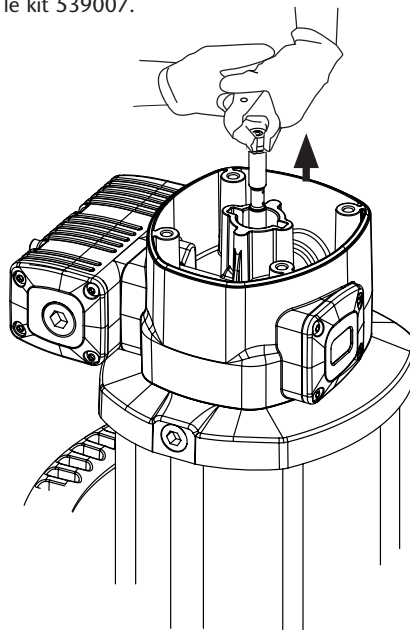

Fig. 7a
1. Dévisser les quatre vis (2) et retirer le couvercle (3).
2. Dévisser le bouchon de l'inverseur (4).
3. Avec une pince manuelle sur la douille de serrage (5), tirer la tige (40) vers l'extérieur jusqu'à ce qu'apparaisse son évidement central (Fig. 7a). Puis, avec une autre pince manuelle, saisir la tige (40) sur l'évidement pour prévenir les dommages sur la surface pouvant entraîner des problèmes d'étanchéité, et dévisser l'écrou (5) (fig. 7b).
4. Enlever le joint (6) et la bague (7), puis utiliser les nouvelles lors du remontage.
5. Dévisser les quatre vis (56). Retirer le moteur (13) pour libérer la tête avec la bride (36).
6. Retirer le capuchon de l'inverseur (9). Remplacer les joints (8) et (10) de ce capuchon.
7. Dévisser les cinq vis (37) et séparer le corps de moteur (13) de la bride (36). Retirer la rondelle (32) et remplacer le joint (8).
8. Retirer le cylindre (51) en tenant soigneusement le piston (46). Remplacer le joint (45) du piston.
9. Remontage dans l'ordre inverse, Application frein filet sur les vis (37), la douille de serrage (5) et le bouchon de l'inverseur (4).